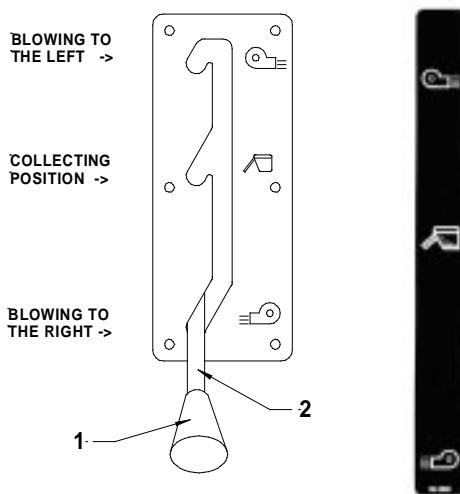

Figure 11
2. Monter le bouton conique sur la commande de tirage (fig. 11).
1. La commande de tirage se trouve du côté gauche du bac de ramassage (fig. 11).